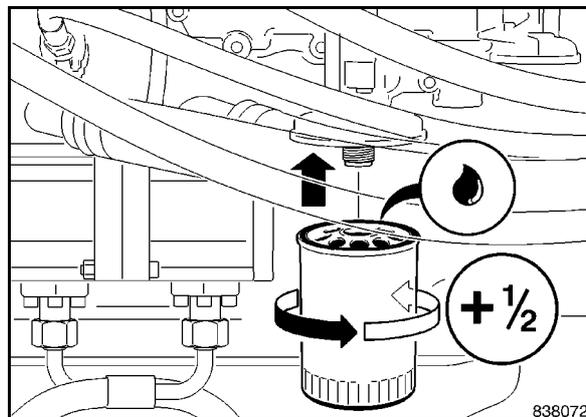

Fig. 155
- Avvitare a mano la nuova cartuccia del filtro (Fig. 155) fino a quando la guarnizione non aderirà.